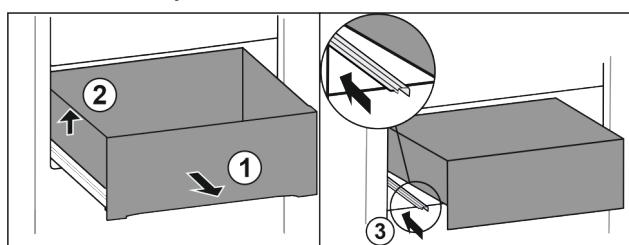

Fig. 92
- Vytiahnite zásuvku až na doraz. Fig. 92 (1)
- Nadvihnite zásuvku doľava. Fig. 92 (2)
- Zasuňte ľavú koľajničku. Fig. 92 (3)